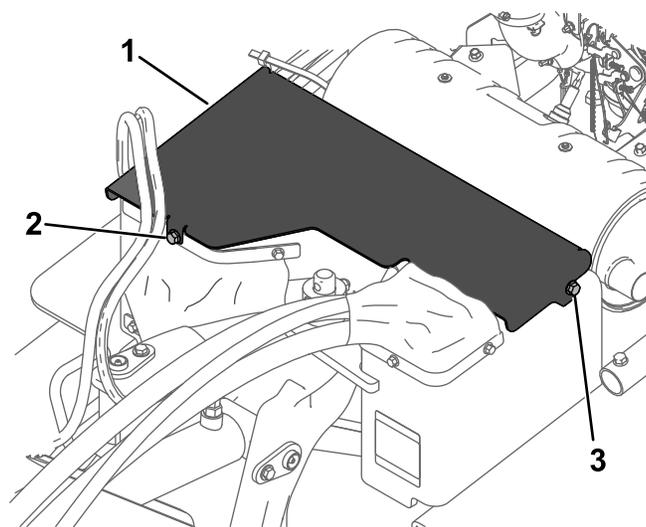

図 24
3. 前カバーを機体に固定している前ボルトを外し、次に左ボルトをゆるめる 図 24。
4. カバーを前方に少しずらし、そこから持ち上げて機体から取り外す 図 24。
5. 前カバーを取り付ける時は、前カバーを差し込んでからボルト2本で固定する 図 24。